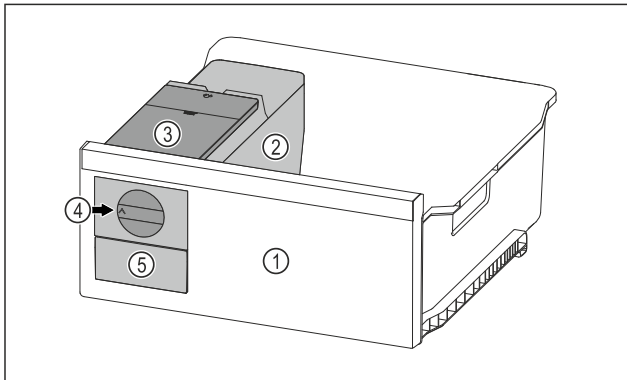

Fig. 80 Simbolična slika
- ▶ Vrtljivi gumb Fig. 80 (4) obrnite do konca v smeri urinih kazalcev.
- ▶ Kocke ledu iz posode za ledene kocke padajo v predal za ledene kocke Fig. 80 (5).